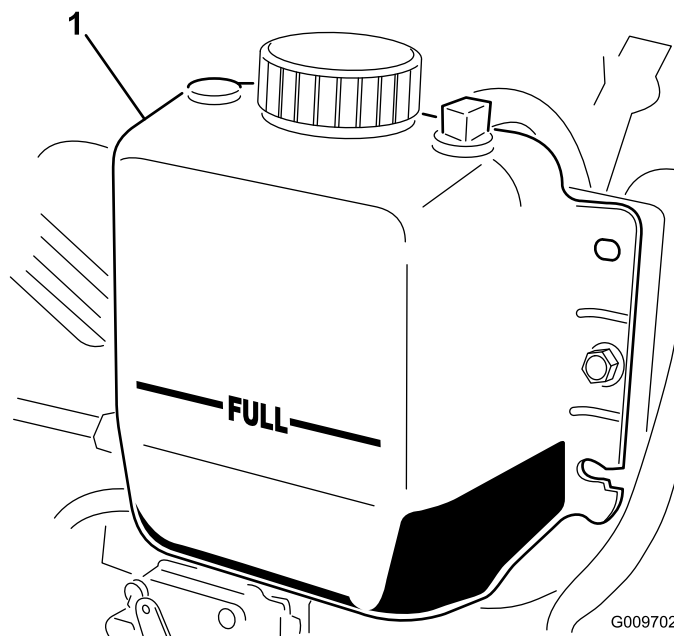

図 34
2. ラジエーター内部の液量を点検する。補給口の首の上部までであればよい。また、補助タンク側面についている FULL マークまでであればよい (図 34)。